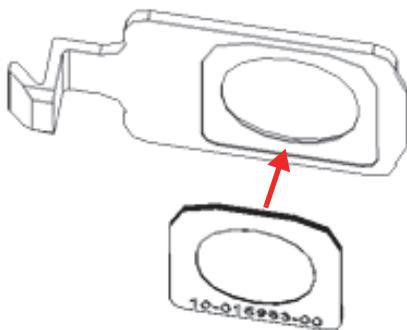

図 4-8 フェイスプレートと位置合わせされた新しいウィンドウ
2. ウィンドウをフェイスプレートに合わせて慎重に押し付けます（65 ページの図 4-8）。